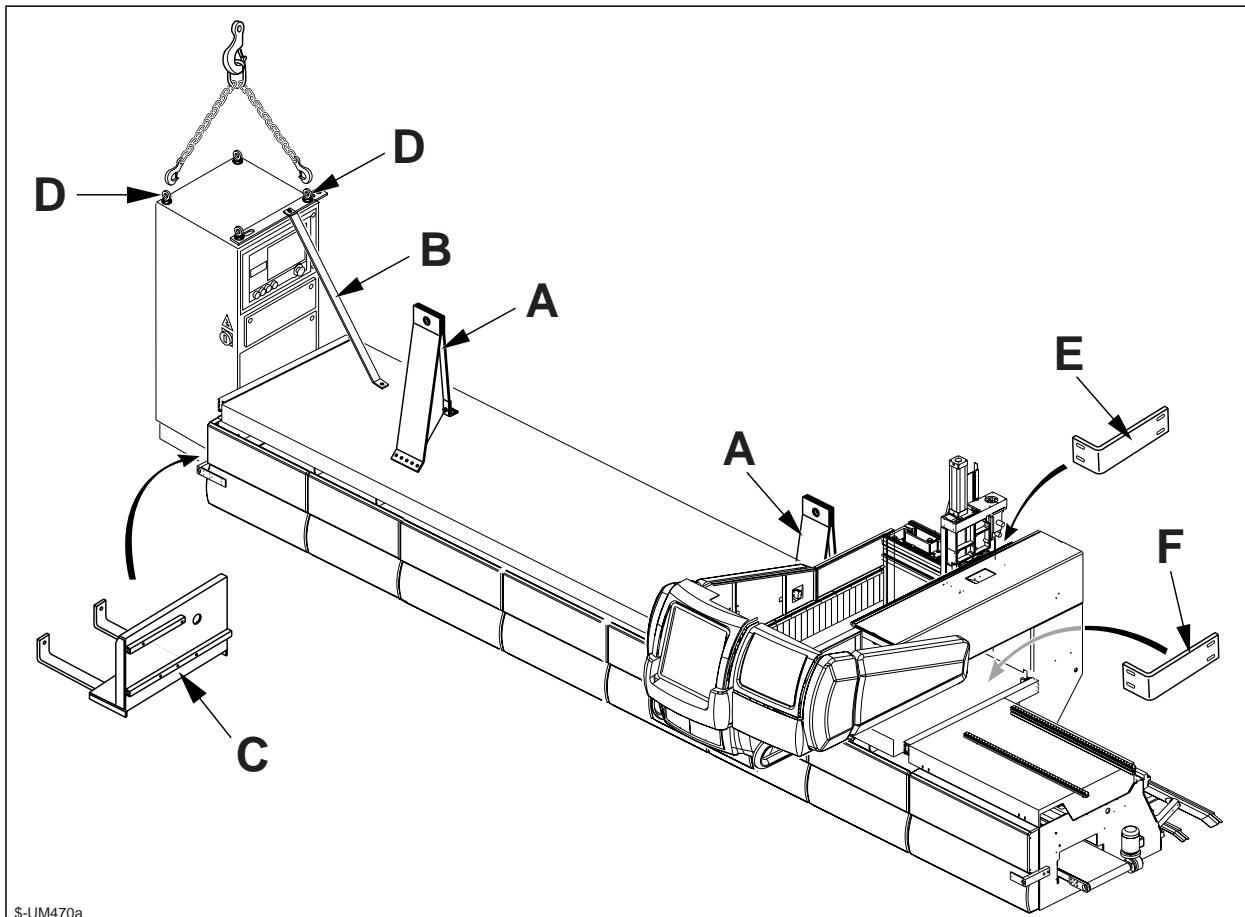

Fig. 4.4b
**Verificare che tutti i blocaggi, contrassegnati dalla targhetta di fig. 4.4b, siano stati rimossi**